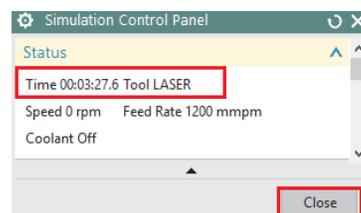

Figura 3.46 Status
- Luego de que la simulación termina, se puede apreciar el tiempo de trabajo estimado, posteriormente dar click en **Close** (Figura 3.46).